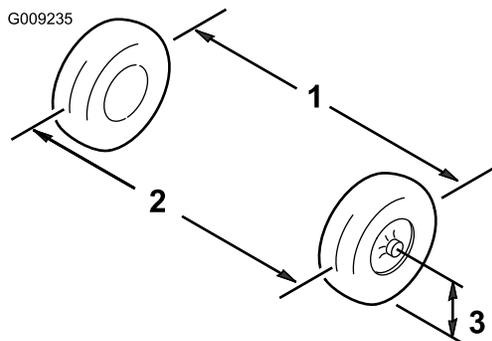

Figura 48
1. Meça a distância entre os pneus dianteiros à altura do eixo na zona dianteira e traseira dos pneus dianteiros (Figura 48).